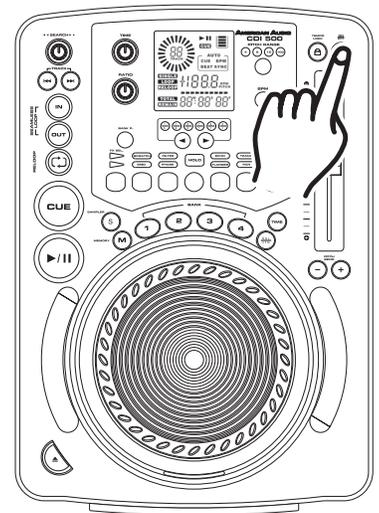

Figura 38
Cómo ajustar el RANGO del CONTROL DE VELOCIDAD VARIABLE (7): El rango de funcionamiento del control de velocidad variable puede modificarse en cualquier momento. Para hacer los cambios, la función de tono debe estar activada (ver figura 38). El rango de porcentaje de tono puede variarse de acuerdo con los siguientes valores +/-4%, +/-8%, +/-16%, y +/- 100%. 4% es el porcentaje mínimo posible de manipulación del tono; por el contrario, 100% es el máximo. Para ajustar los diferentes rangos, presione el BOTÓN PITCH ON/OFF (3) y pulse el BOTÓN PITCH RANGE (1) hasta llegar al valor que desea (ver figura 40).